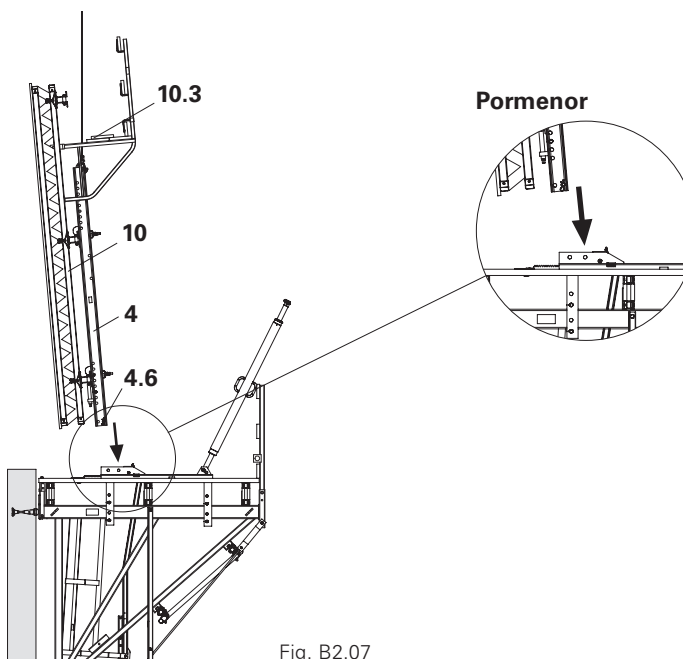

Fig. B2.07
4. Ligar o painel de cofragem completo ao perfil vertical (4) e posicionar na consola CB 240. (Fig. B2.07)
5. Montar o perfil vertical CB no carro usando cavilhas Ø 25 x 180 e grupilhas (4.6). Furação no carro, ver pormenor. (Fig. B2.07)